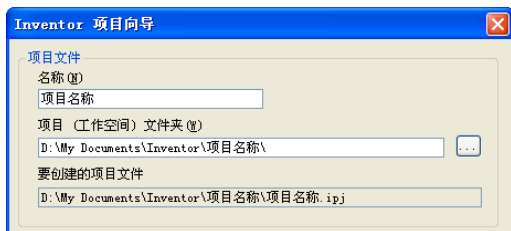
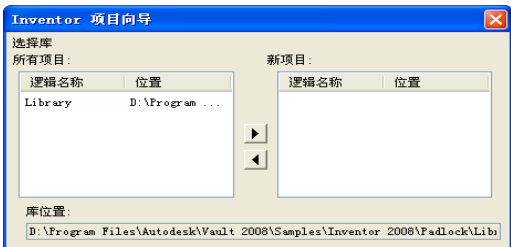

图 1-54 新建项目向导
图 1-55 选择项目包含的库
(1) 图 1-53 所示的【Inventor 项目向导】对话框中首先选择【新建单用户项目】选项，然后点击【下一步】按钮，则出现如图 1-54 所示的对话框。
(2) 在该对话框中我们需要设定关于项目文件位置以及名称的选项。项目文件是以 .ipj 为扩展名的文本文件。项目文件指定到项目中的文件的路径。要确保文件之间的链接正常工作，
(3) 在【名称】一栏里输入项目的名称，在【项目（工作空间）文件夹】一栏中，设定所创建的项目或用于个人编辑操作的工作空间的位置。必须确保该路径是一个不包含任何数据的新文件夹。默认情况下，项目向导将为项目文件 (.ipj) 创建一个新文件夹，但如果浏览到其他位置，则会使用所指定的文件夹名称。【要创建的项目文件】一栏显示指向表示工作组或工作空间已命名子文件夹的路径和项目名称，新项目文件 (*.ipj) 将存储在该子文件夹中。
(4) 如果不需要指定要包含的库文件，点击图 1-54 所示对话框中的【完成】按钮，即可完成项目的创建。如果要包含库文件，点击【下一步】按钮，在图 1-55 所示的对话框中指定需要包含的库的位置即可，最后单击【完成】按钮，一个新的项目已经建成了。